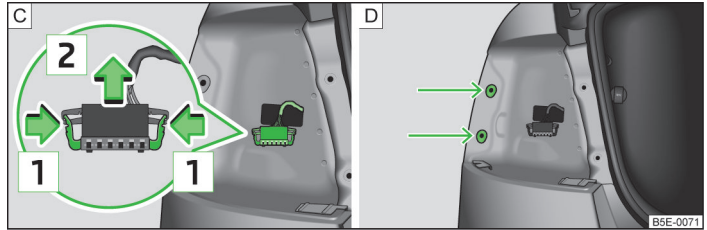

Abb. 226 Leuchtenstecker / Leuchte einbauen
- Die beiden Verriegelungen am Stecker in Pfeilrichtung [1] zusammendrücken » Abb. 226 - [C].
- Die Leuchte in die Aufnahmen in der Karosserie einsetzen » Abb. 226 - [D].